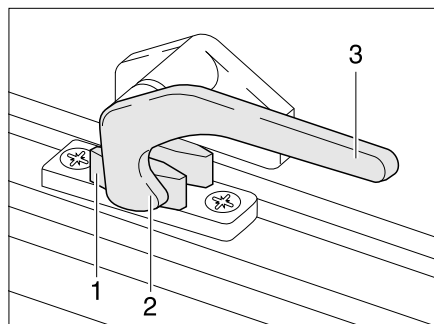

Bild 38 Verriegelungshebel in Stellung "geschlossen"
- Den Verriegelungshebel (Bild 38,3) eine viertel Umdrehung zur Fenstermitte hin drehen.
- Den Verriegelungshebel (Bild 38,3) eine viertel Umdrehung zum Fensterahmen hin drehen. Die Verriegelungsnase (Bild 38,2) liegt auf der Innenseite der Fensterverriegelung (Bild 38,1).
- in Stellung "fest verschlossen" (Bild 38)